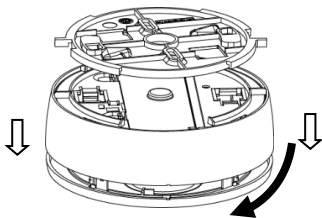

Figura 13
1. Retire el detector del soporte de montaje girándolo en sentido antihorario (véase la *figura 13*).